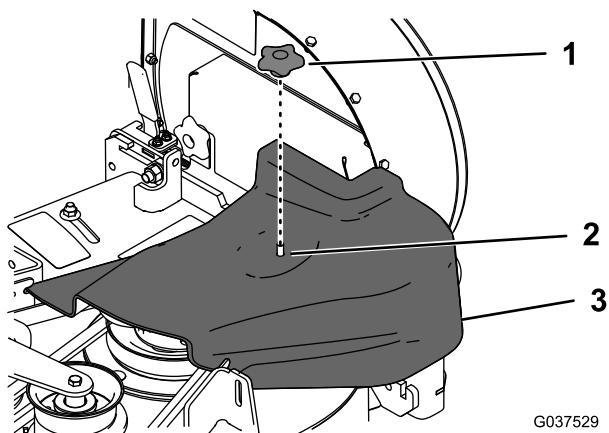

図 7
5. ベルトカバーを取り付け、アイドルのねじにノブを締め付けて固定する 図 7。